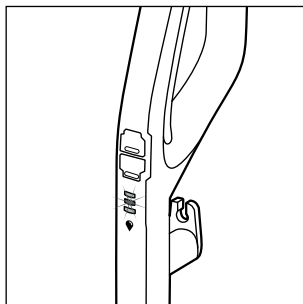

Rys. 13
- ♦ Aby włączyć urządzenie, naciśnij przełącznik twarda podłoga  14 (patrz rys. 13). Dioda LED przełącznika twarda podłoga  14 zaświeci się na niebiesko.
- ♦ W celu wyłączenia urządzenia naciśnij ponownie przełącznik twarda podłoga  14 (patrz rys. 13).